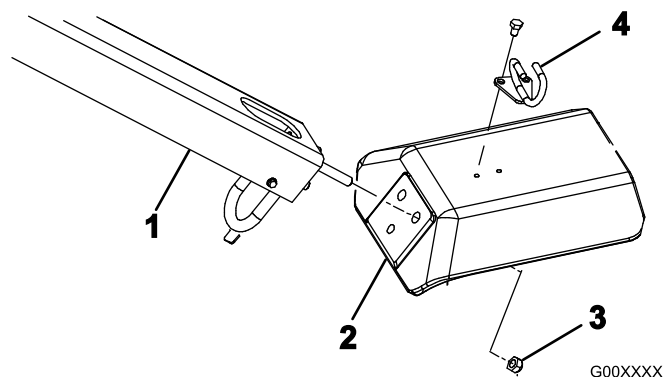

図 4
2. フォークの穴にハンドル取り付け用スタッドを差し込む（図 4）。
3. ロックナット（1/2 インチ） 3 個を使って、ハンドルスタッドを固定する（図 4）。
5. ボルト（5/16 x 1/2 インチ） 2 本を使って、ケーブルガイドをフォークの上に取り付ける（図 4）。